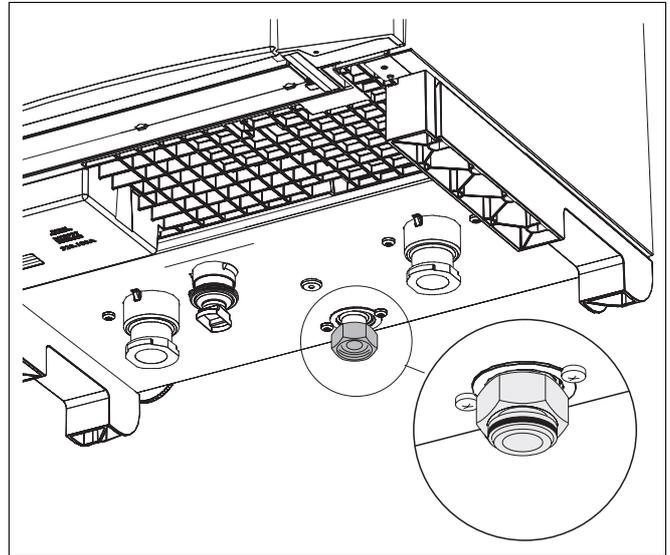

Fig. 12 Guarnizione di gomma
- Verificare che la guarnizione di gomma piana (premontata) sia effettivamente presente nella connessione a vite (lato caldaia) (fig. 12, **zoom**).